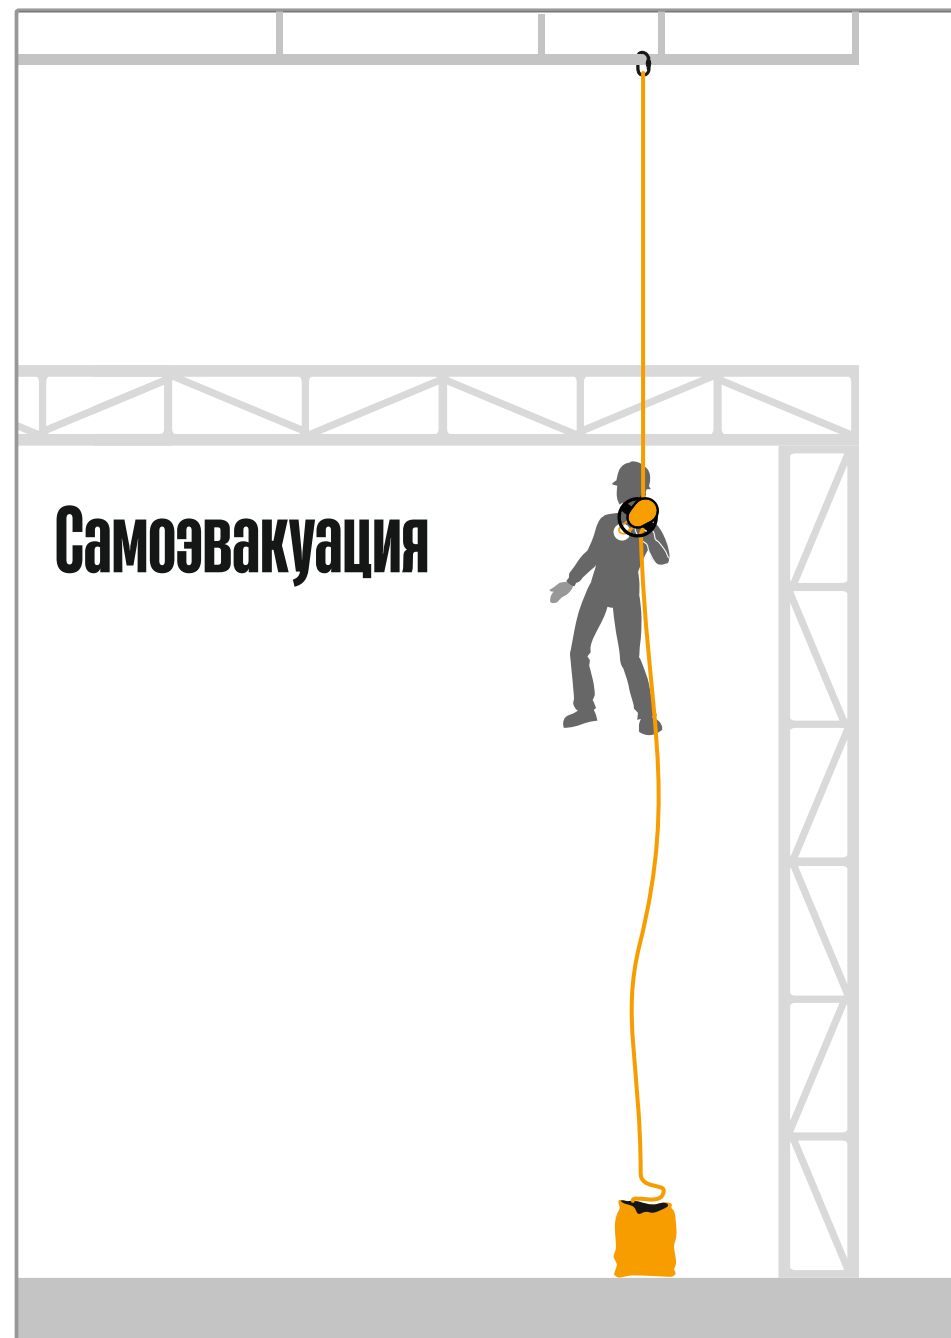

Рис. 4 Присоединение OMEGA 2 к элементу постоянной конструкции с помощью анкерной точки (А) и анкерной петли (В).
3. Присоединить карабин на конце троса к анкерной точке (**рис. 4А, 4В**). Форма и строение конструкции, к которой крепится анкерная точка, должны исключать самопроизвольное сползание (если это анкерная петля) и отсоединение устройства. Если толщина элементов конструкции не позволяет закрепиться непосредственно карабином, необходимо использовать анкерную петлю AP07, входящую в комплект поставки, либо другую сертифицированную анкерную петлю со статической прочностью не менее 15 кН. Расположение устройства должно находиться на уровне рук пользователя для удобства работы с ним.
4. Соединить карабин тормозного блока с передней точкой крепления на привязи, обозначенной буквой А (буква «А» должна быть полностью закрашена) (**рис. 4Б**), или соединив одновременно две точки крепления, обозначенные половиной закрашенной буквы «А». Привязь должна быть отрегулирована по размеру пользователя, а все пряжки надежно закрыты.
3. Присоединить карабин на конце троса к анкерной точке (**рис. 4А, 4В**). Форма и строение конструкции, к которой крепится анкерная точка, должны исключать самопроизвольное сползание (если это анкерная петля) и отсоединение устройства. Если толщина элементов конструкции не позволяет закрепиться непосредственно карабином, необходимо использовать анкерную петлю АР07, входящую в комплект поставки, либо другую сертифицированную анкерную петлю со статической прочностью не менее 15 кН. Расположение устройства должно находиться на уровне рук пользователя для удобства работы с ним.